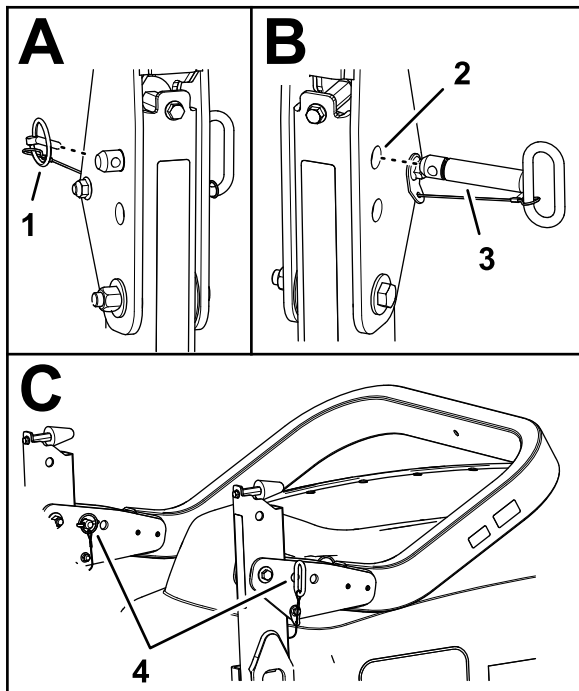

Figura 62
- Retire los pasadores de seguridad que fijan los pasadores de la barra antivuelco a cada lado de la barra antivuelco (Figura 62).